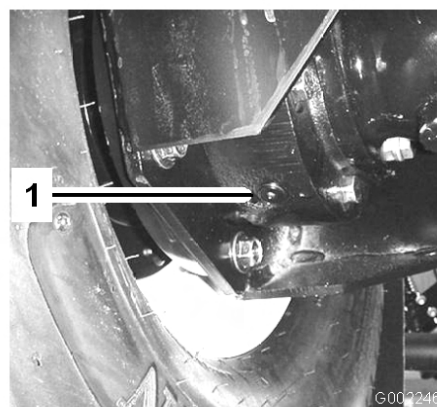

Figura 48
4. Coloque un recipiente debajo del tapón de vaciado interior y retire el tapón (Figura 48).